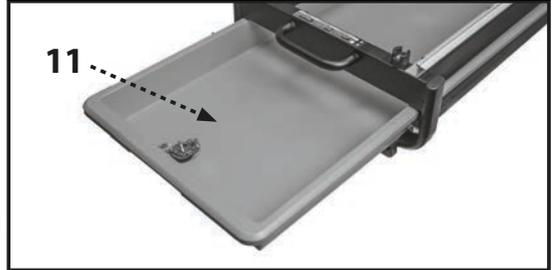

FIGURA 5
- (Consulte la Figura 5) Inserte la bandeja de agua (11) deslizándola en el marco como se muestra. El labio de la bandeja deberá descansar sobre la parte superior de los rieles de izquierda y derecha del marco principal.